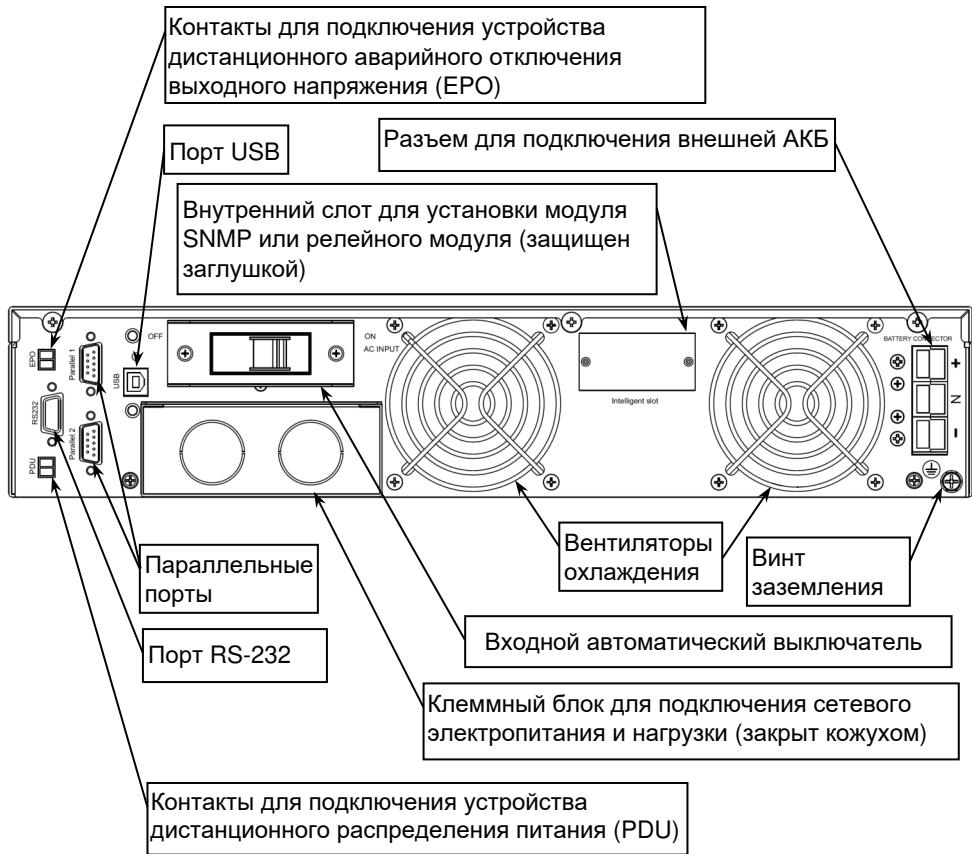
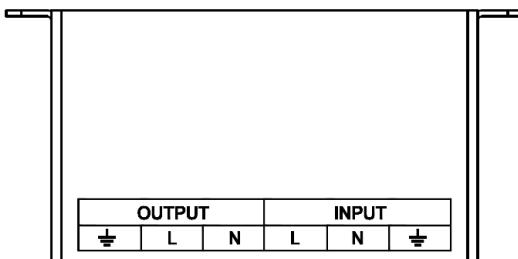

Рисунок 5 — Общий вид задней панели ИБП.
Рисунок 6 – Маркировка защитного кожуха
После монтажа ИБП в шкаф изделия необходимо выполнить подключение кабелей пользователя к ИБП (см. рисунок 5). Подключение проводов к клеммному блоку ИБП следует выполнять в соответствии с маркировкой, нанесенной на стенку кожуха (см. рисунок 6) в следующей последовательности:
- подключение кабелей к клеммному блоку следует выполнять в соответствии с маркировкой, нанесенной на стенку кожуха клеммного блока ИБП (см. рисунок 6);
- Включите входной автоматический выключатель, расположенный на задней стенке корпуса ИБП (см. рисунок 5):
Чтобы выключить изделие, нажмите и удерживайте в нажатом положении около одной секунды кнопку  , пока не прозвучит звуковой сигнал. На передней панели погаснет индикатор «ИНВЕРТОР» и включится индикатор «БАЙПАС», показывая, что изделие питает нагрузку напрямую от входной сети электропитания в обход инвертора. Выключите входной автоматический выключатель, расположенный на задней стенке корпуса ИБП (см. рисунок 5). Изделие отключит выходное напряжение и, через несколько секунд, индикатор «СКАТ» погаснет.